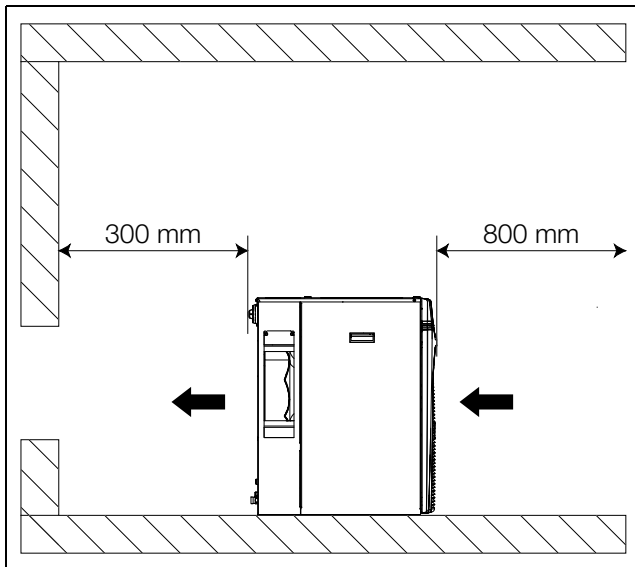
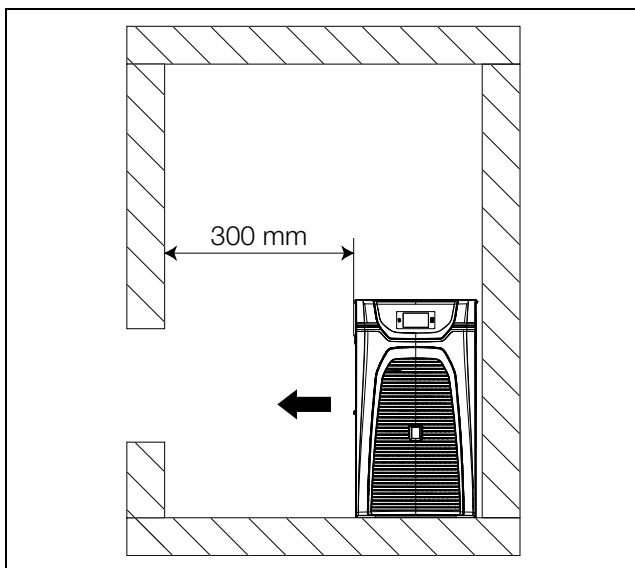

Рис. 10: Минимальные расстояния спереди/сзади
Рис. 11: Минимальные расстояния сбоку
- Для беспрепятственного отвода теплого воздуха должен быть обеспечен свободный доступ к как минимум **одному** из проемов (слева или справа, см. рис. 11). Кроме того, чтобы упростить подключение проводов питания, а также меры по обслуживанию и ремонту, необходимо обеспечить соблюдение указанных на рис. 10 минимальных расстояний.
- Во избежание "замыкания воздушного потока" (смешение входящего и выходящего воздуха) и для гарантии полной мощности охлаждения, необходимо соблюдение указанных на рис. 10 минимальных расстояний.